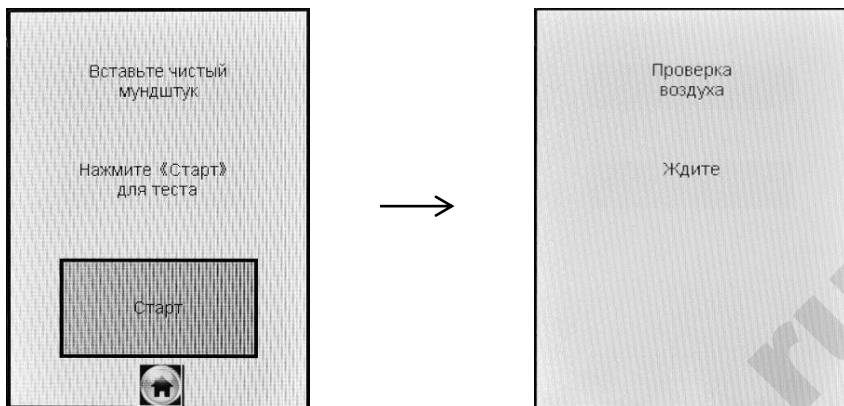

Рисунок 13 – Начало процедуры измерения
2.7.6 Когда данные всех полей будут введены, на экране появится окно с сообщением «Вставьте чистый мундштук» (рисунок 13, слева).
В этот момент происходит отбор пробы воздуха (слышен двойной щелчок срабатывания заборной системы) для выполнения автоматической проверки отсутствия этанола и других компонентов, которые могут оказать влияние на показания анализатора, в окружающем воздухе, в системе отбора пробы воздуха анализатора и в мундштуке (рисунок 13, справа):